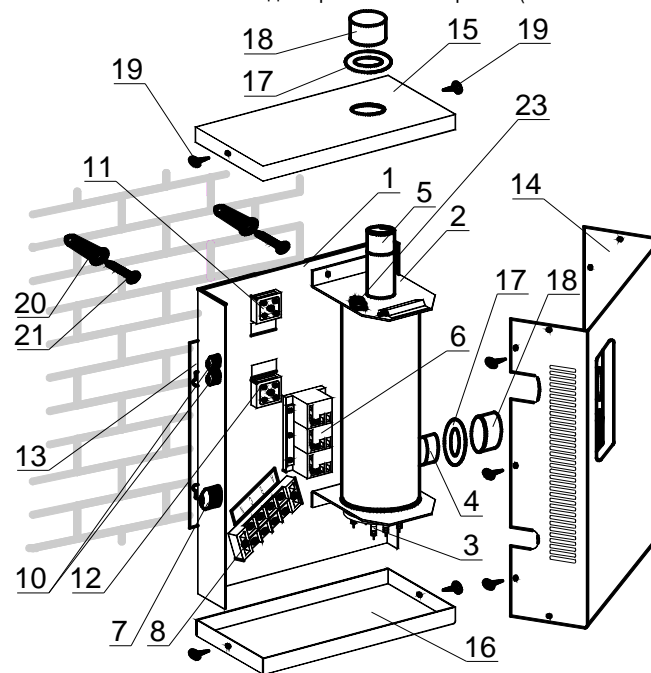
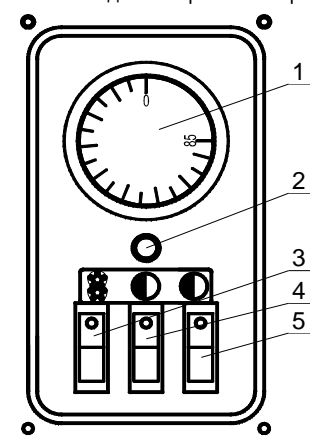

Рис.1 Конструкция электроводонагревателя и способ крепления его к стене.
Рис.2 Панель управления.
5.1. Водонагреватель рис. 1 состоит из основания 1, на котором установлена колба 2 с блоком нагревателей 3.
5.7. На лицевой стороне кожуха закреплена панель управления рис.2 с установленными на неё элементами управления: регулятор температуры 1, лампа индикации 2, три клавишных выключателя 3,4,5. Регулятор температуры 1 служит для регулирования температуры воды в водонагревателе. Его термобаллон 22 (рис.1) закреплен на верхнем фланце колбы через теплоизолирующую прокладку.
- Водонагреватель следует закрепить на стене шурупами 21 через отверстия в кронштейнах на его задней стенке рис.1, обеспечив необходимые для обслуживания расстояния до боковых стен и расстояние до пола не менее 280мм для замены блока ТЭН.
- Открыть кожух 14, как показано на рис.1, предварительно сняв заглушки 18, декоративные шайбы 17, отвернув саморезы 19 и сняв крышки 15, 16. Кожух рекомендуется подвесить, чтобы исключить отсоединение проводов с элементов панели управления.
7.4. Включите электропитание автоматическим выключателем, должна загореться сигнальная лампа 2 на панели управления рис.2.